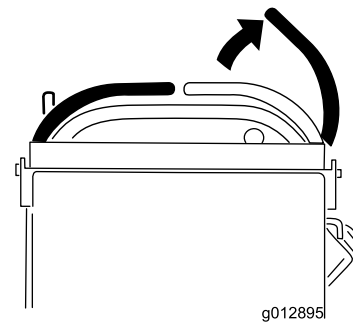

Figura 12
- Mettete a folle le leve di controllo del movimento e spostate la leva di controllo del movimento di destra in posizione di blocco in folle (Figura 12).